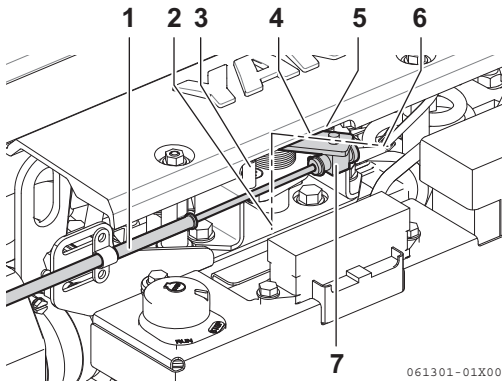

Figura 7
1. Para ajustar, afloje el tornillo de ajuste (**Figura 7, (7)**) para el cable de control remoto del lado del motor, y ajuste.
2. Ajuste primero la posición de parada de baja velocidad (**Figura 7, (6)**) y luego ajuste la posición de parada de alta velocidad (**Figura 7, (2)**) con el tornillo de ajuste de la palanca de control remoto (**Figura 7, (4)**).